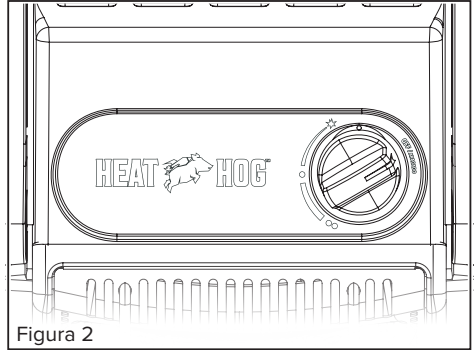

Figura 2
- Antes de conectar el propano, asegúrese de que la perilla de control en el calentador esté en la posición "OFF" (apagado); vea la Figura 2.
- **Para HH-09SNL-A y -MA,** gire la perilla de control hacia la izquierda a la posición "PILOT" (Piloto), presione la perilla para el encendido; vea la Figura 2.
- Después de que se encienda el piloto, mantenga presionada la perilla de control de 30 a 60 segundos hasta que se iluminen las placas de calor y el termopar esté caliente. Suelte la perilla. La perilla debe regresar a la posición totalmente extendida; vea la Figura 2.